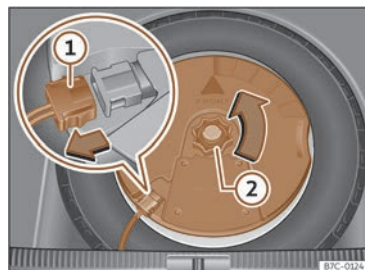

Fig. 239 În portbagaj: demontați subwoofer-ul.
- Deconectați cablul difuzorului subwoofer >>> fig. 239 ①.
- Rotiți roata de asigurare în sens antiorar >>> fig. 239 ②.